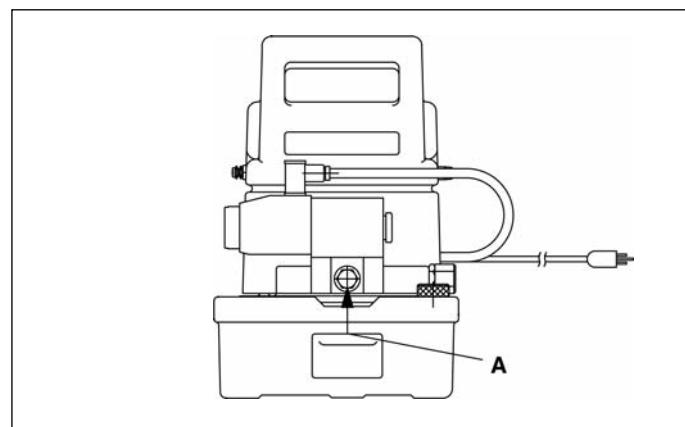

Figura 4
- La manguera entre la bomba y el cilindro se conecta directamente en la conexión (A) de la válvula de control (vea Figura 4).
- Si se desea instalar un manómetro, debe montarse un adaptador en la conexión (A) de la válvula. Usar un manómetro de 0-10,000 psi (700 Bar).